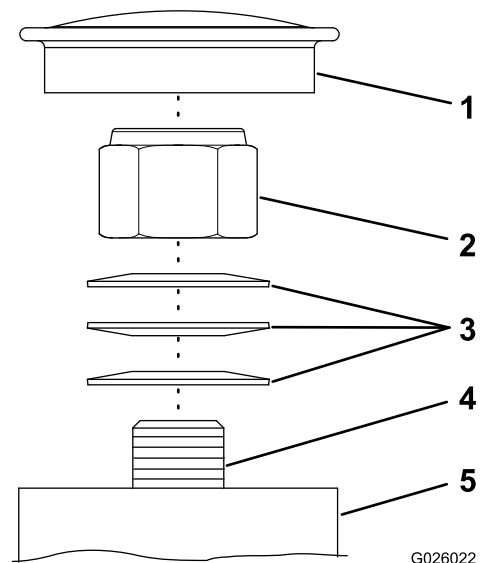

Figura 53
Nota: Si desmonta los cojinetes del pivote de las ruedas giratorias, asegúrese de instalar las arandelas elásticas según se indica en la Figura 53.
1. Retire el tapón antipolvo del buje de la rueda giratoria (Figura 53).
2. Apriete la contratuerca en sentido horario hasta que las arandelas elásticas estén planas (Figura 53).
3. Gire la contratuerca en sentido antihorario $\frac{1}{4}$ de vuelta (Figura 53).
4. Coloque el tapón antipolvo (Figura 53).